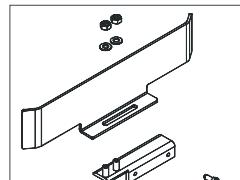

Рис. 15
1. Закрепите две стальные пластины на 2 U-образных крепежа, используя болты и гайки из комплекта поставки, как показано на рис.15.